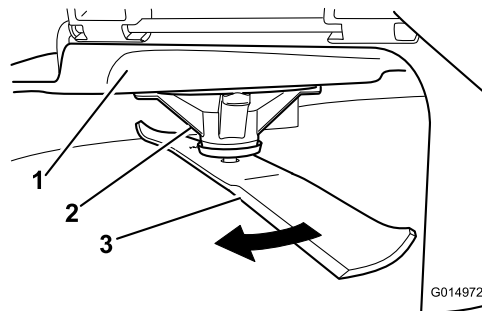

図 77
2. 厚手の丈夫な手袋をはめるなどして確実に保護した手で、ブレードをゆっくり回転させ、適当な位置で、刃先から床面までの距離を測定する 図 77。